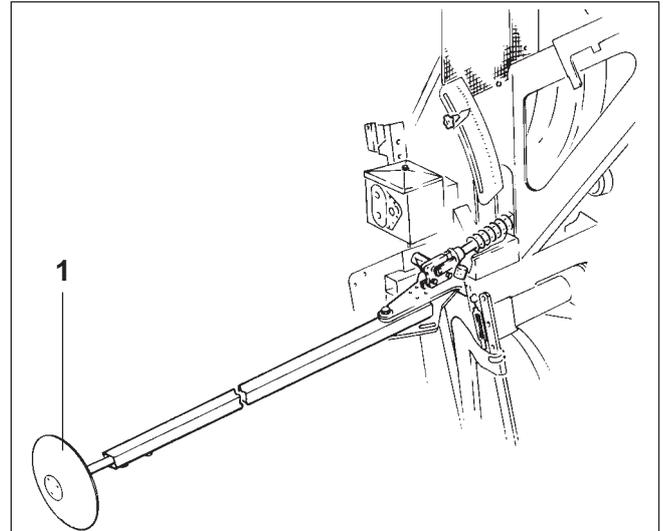
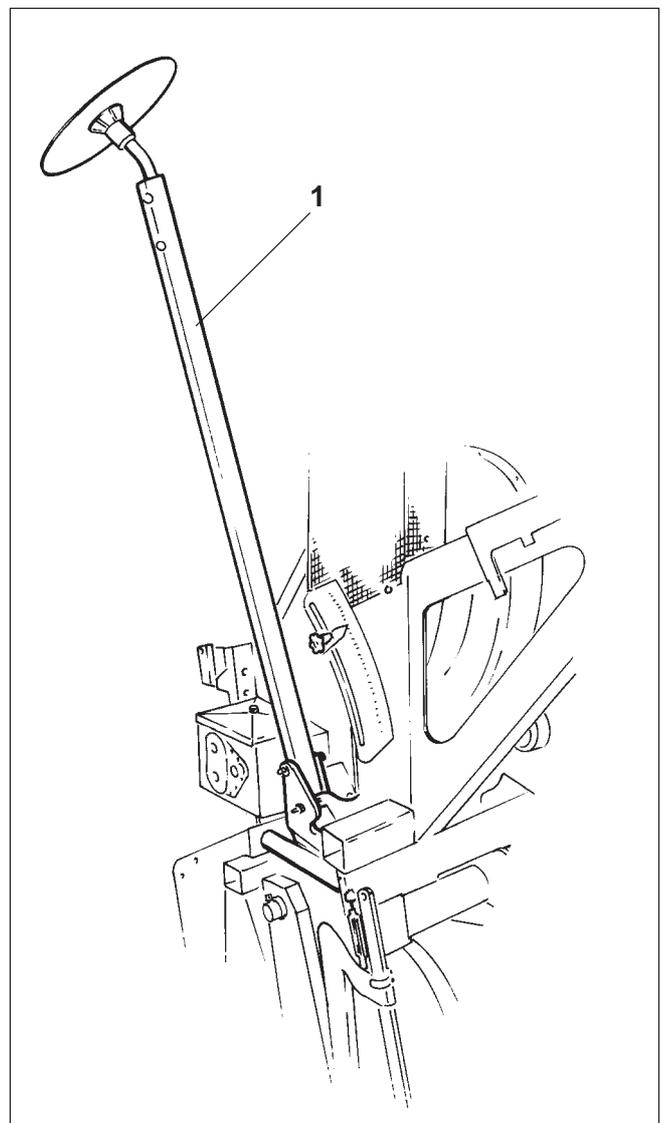

Fig. 23.1
Fig. 23.2
Die Drillmaschine ist mit zwei Spuranreißern (Fig. 23.1) zum Markieren einer Spur in Schleppermitte ausgerüstet. Nach dem Wenden am Feldende fährt der Schlepper bei der Anschlußfahrt mittig auf der markierten Spur.
Die Spur wird während der Aussaat von einer Spuranreißerscheibe (Fig. 23.1/1) markiert.
Nach dem Wenden am Feldende wird der Spuranreißer (Fig. 23.2/1) angehoben und der gegenüberliegende Spuranreißer kommt zum Einsatz.
- von Transportstellung (Fig. 23.2) in Arbeitsstellung (Fig. 23.1) oder umgekehrt gebracht